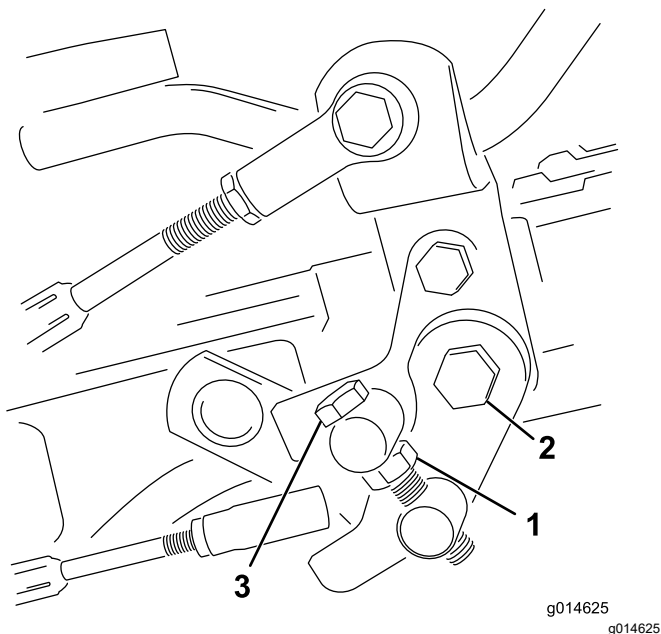

Figura 40
1. Slăbiți contrapiulița de pe urubul de reglare (Figura 40).
4. Strângeți contrapiulița urubului de reglare și piulița de pe pivotul pedalei pentru a fixa reglarea (Figura 40). Verificați reglarea și efectuați o aciune conform cerințelor.